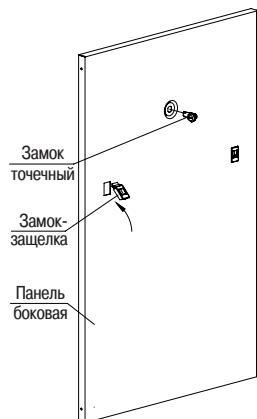

Рисунок 8 – Сборка боковой панели
3.2.1 Извлеките из третьего места панели боковые. Вставьте в прямоугольные отверстия панелей замки-защёлки. Вставьте в отверстие панелей замки, предварительно скрутите гайки. Проверьте правильность установки замков. При правильной установке язычки замков переводятся в положение «закрыто» сверху вниз. Закрепите замки на панелях гайками (рисунок 8).